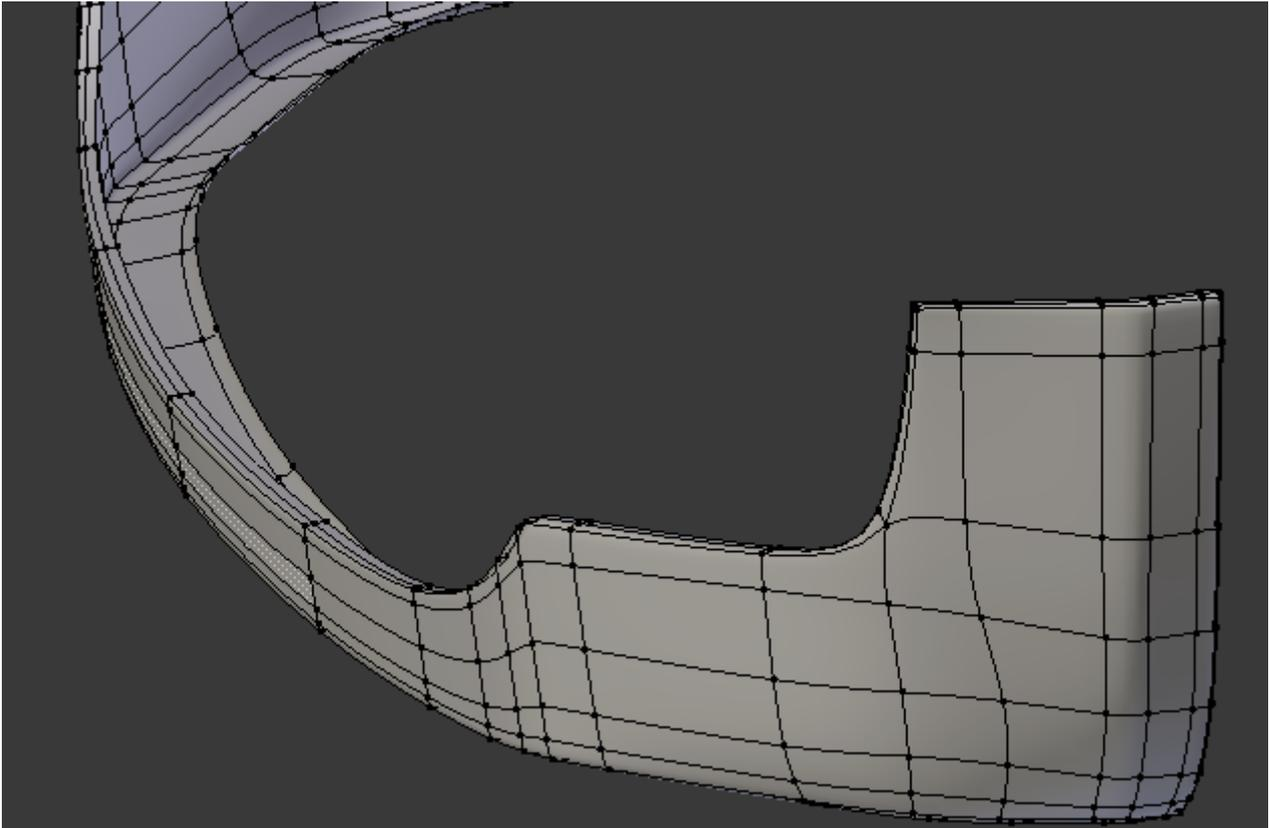
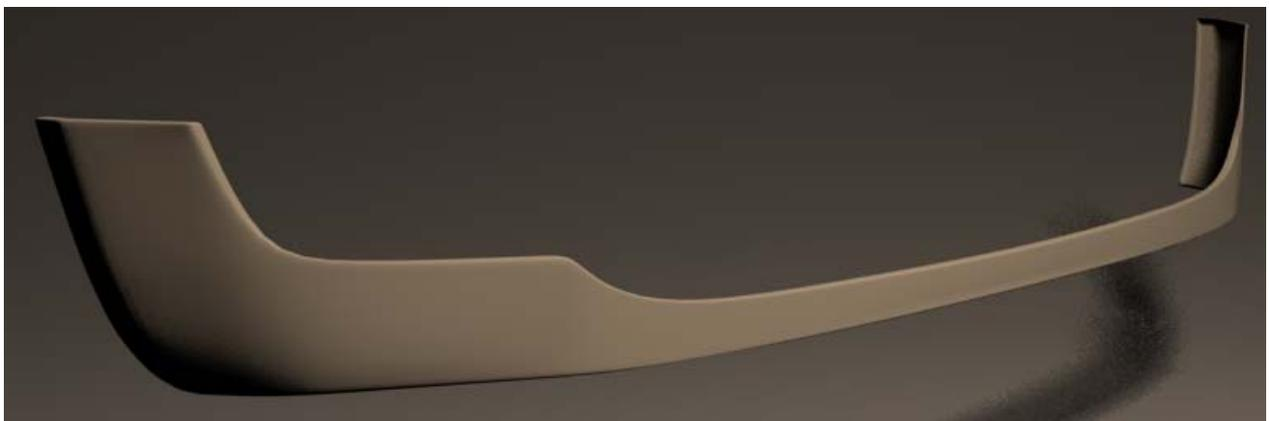

Figura 4.155
Figura 4.156
9. Insira dois contornos longitudinais junto à curva da grelha, [Ctrl]+[R], e adapte-os convenientemente, figura 4.155.
Fica assim terminada a malha do plástico frontal. Pode ver um pormenor da malha final na figura 4.155, e a imagem resultante da renderização na figura 4.156.